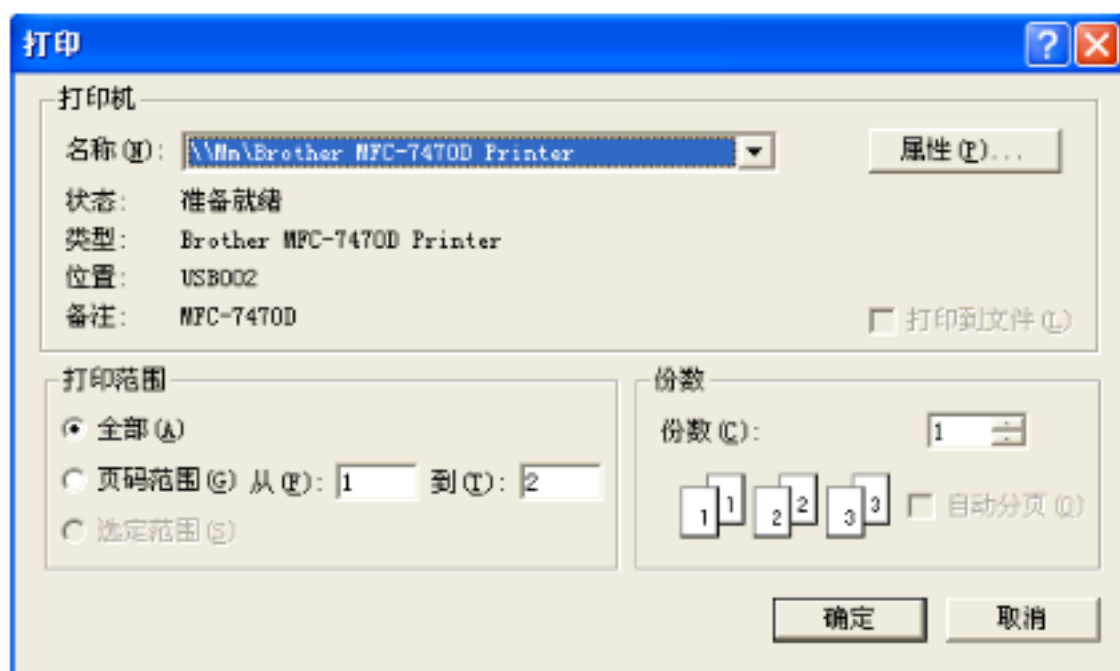

图 12 打印设置窗口
4.1. 打印  : 单击“”打开打印设置窗口（如图 12）选择页面范围和份数，然后按“确认”键即开始打印，如果打印机名称不是你指定的或不存在请点“▼”选择。注意：此时如不打印而是跳出提示框“打印机错误”说明指定的打印机不存在。